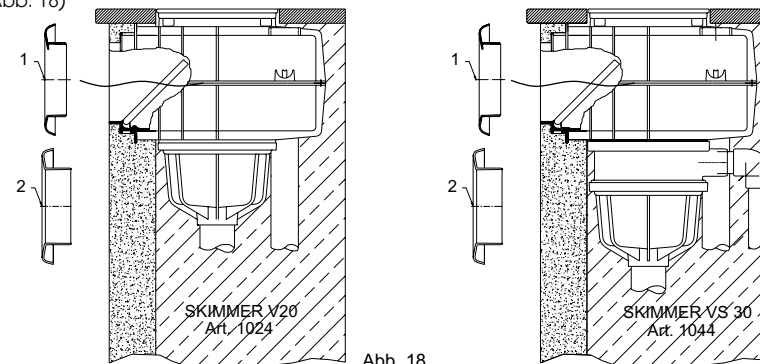

Abb. 18
3.3 Einbau der Skimmer V20 und VS30 in Betonbecken mit eingelassener Dicht- und Isolierschicht (Abb. 18)